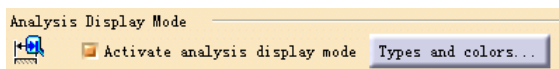

图 6-79
(4) Analysis Display Mode (分析显示模式) 选项组 (如图 6-79 所示)